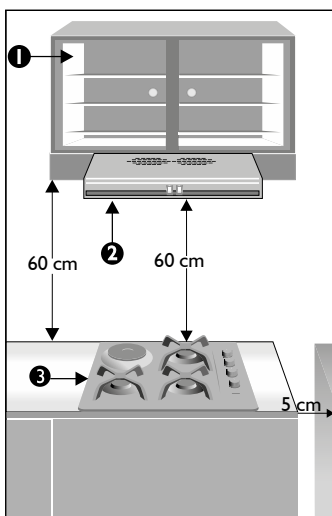

Figura 4.
- La distancia entre la base de la campana (2) y la mesa del producto (3) debe ser de 60 cm, para que la campana funcione de manera eficiente y segura. Igualmente, se debe cuidar que la distancia entre los gabinetes que soportan la campana purificadora de aire y la mesa del producto conserven la misma distancia (Ver figura 4).
- Se debe mantener una distancia mínima de 5 cm entre la cubierta y las paredes horizontales adyacentes (Ver figura 4).